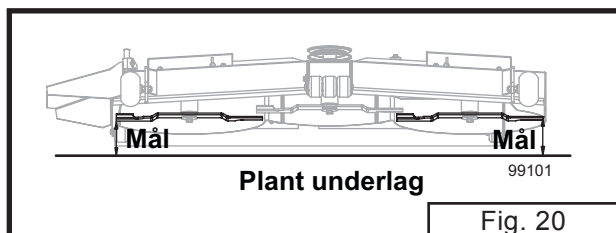

Fig. 20
(Henviser til fig. 20 og 21)
3. Placer venstre knivblad på tværs af maskinen og mål afstanden fra den yderste knivspids ned til det plane gulv (henviser til fig. 20).
3. Placer venstre knivblad på langs af maskinen. Mål afstanden fra den forreste knivspids ned til det plane gulv (henviser til fig. 20). Med knivbladet i samme stilling måles afstanden fra den bageste knivspids ned til det plane gulv.